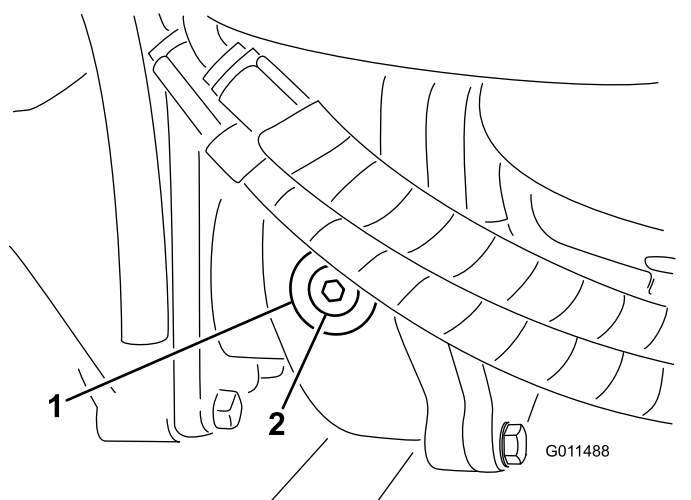

Figura 68
2. Togliete il tappo di controllo/riempimento dal lato sinistro del riduttore e verificate che il lubrificante raggiunga la base del foro (Figura 68).